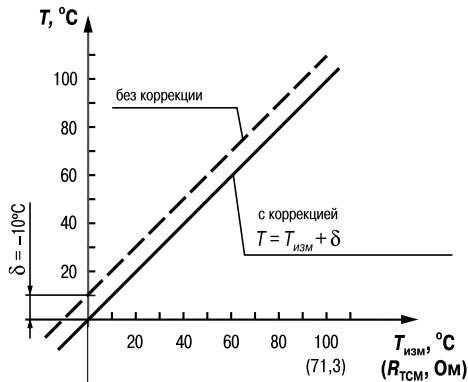

Рис. 2
3.1.4.3.2. Для компенсации погрешностей $\Delta R = R_0 - R_{0.\text{ТСМ}}$, вносимых сопротивлением подводящих проводов $R_{\text{ТСМ}}$, к каждому измеренному значению параметра $T_{\text{изм}}$ прибавляется заданное пользователем значение δ . На **рис. 2** приведен пример сдвига характеристики для датчика ТСМ(Cu50).